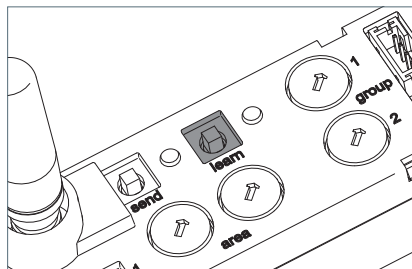

Fig. 21: Tasto "learn".
- Premere il tasto "learn" e tenerlo premuto per due secondi, vedi Fig. 21.